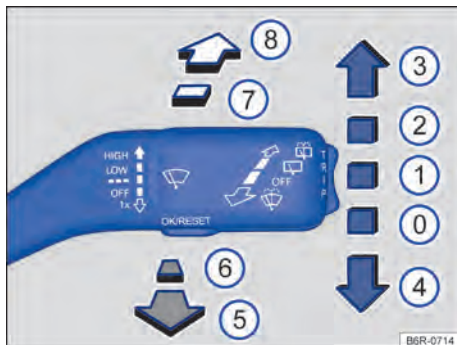

Fig. 56 Comandar os limpadores / lavadores do para-brisa e o limpador / lavador do vidro traseiro.
- Pressionar a alavanca dos limpadores dos vidros brevemente para baixo → Fig. 56 ④.